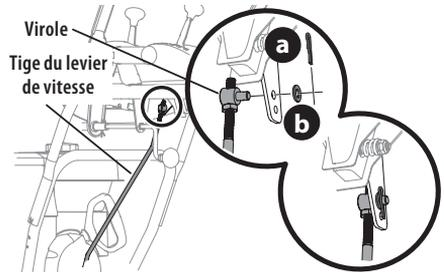

Figure 32
- Retirez la goupille fendue (a) et la rondelle (b) de la virole sur l'extrémité de la tige du levier de vitesse. Voir Figure 32.
- Insérez la virole dans le trou supérieur du levier de vitesse et fixez-la avec la goupille fendue (a) et la rondelle (b) retirées à l'étape 8. Voir Figure 32. Il faut peut-être ajuster la virole vers le haut ou vers le bas.